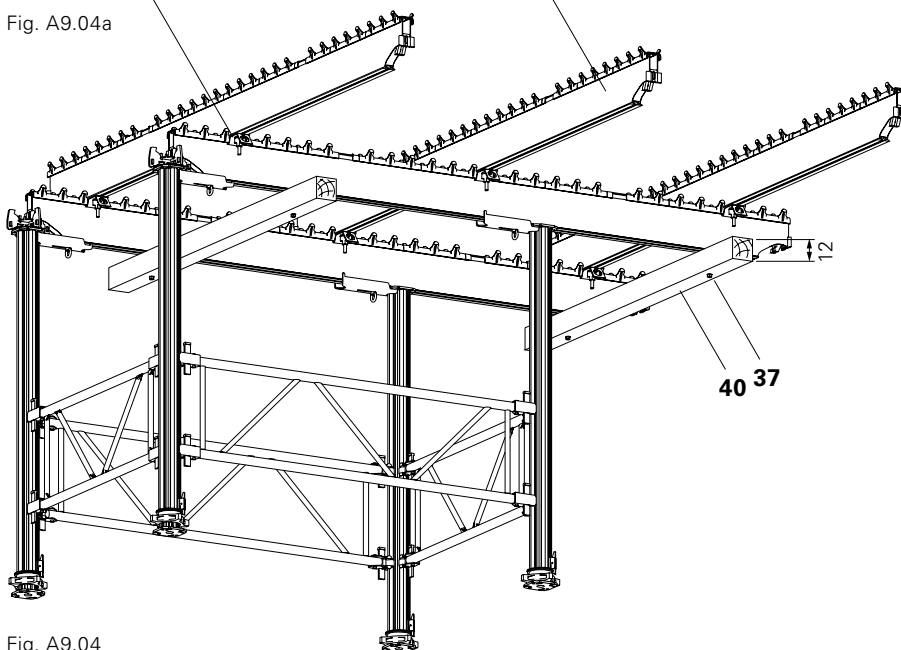

Fig. A9.04
1. Attacher 2 pièce de bois ayant les dimensions suivant (minimum) 8/12/225 (40) (fourni par entrepreneur) avec le Boulon Hex. utilisant les écrous et les rondelles. (Fig. A9.04)